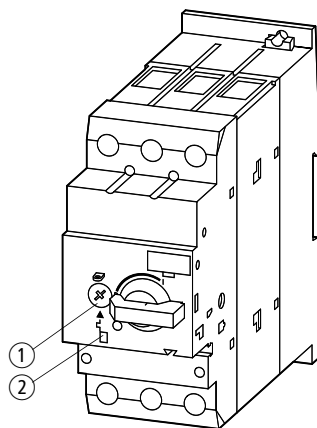

Abbildung 1: Motorschutzschalter PKZM4-.../XTPR...DC1
Bei einer Überlastauslösung schaltet der Schalter PKZM4-.../XTPR...DC1 allpolig den Hauptstromkreis ab. Somit wird der Stromfluss des zu überwachenden Motors direkt abgeschaltet (→ nachfolgende Abbildung 1).
Die PKZM4-.../XTPR...DC1 werden mit Hilfe der Stromeinstellscheibe ① (→ Abbildung 1, Seite 5) auf den Motornennstrom eingestellt.
Durch eine zusätzliche Testeinrichtung ② (→ Abbildung 1, Seite 5) kann die Funktionstüchtigkeit des Schalters kontrolliert werden.